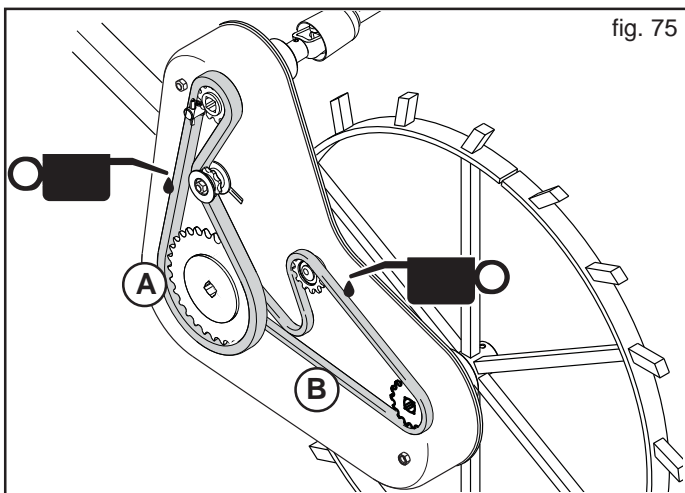
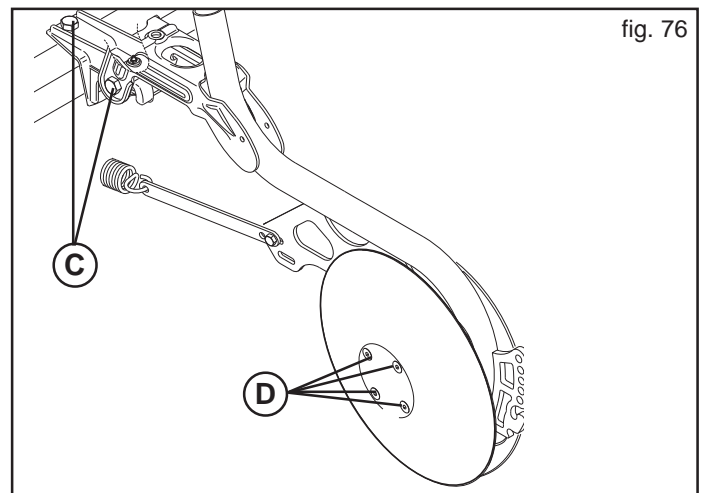
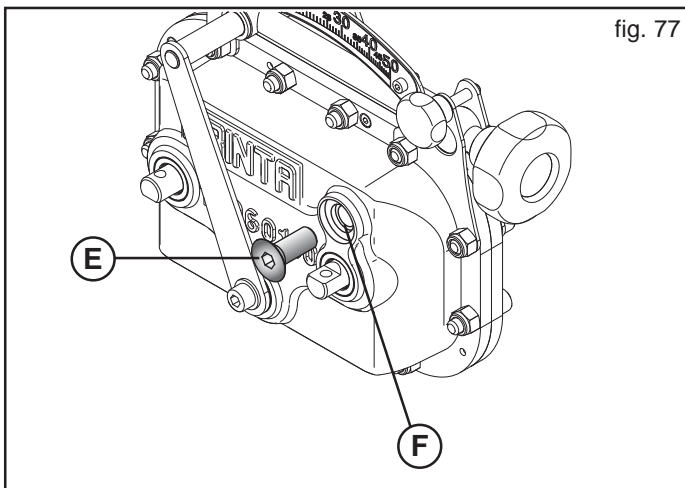

fig. 75
fig. 76
fig. 77
BEI NEUER MASCHINE	<ul style="list-style-type: none"> - Die Antriebsketten schmieren (Abb. 75). - Dem Abziehbild Nr. 14 ("GRASE") auf Seite 85 dieses Heftes gekennzeichneten Schmierpunkte zu schmieren. - Nach den ersten acht Betriebsstunden den Anzug aller Schrauben prüfen. - Den Anzug der Mutterschrauben der Säscharenreisser überprüfen (C-D, Abb. 76).
BEI BEGINN DER ARBEITS	<ul style="list-style-type: none"> - Die Antriebsketten schmieren (Abb. 75). - Zu jeder Jahreszeit einen kompletten Ölwechsel mit "AGIP EXIDIA HG 68" (0,7 kg) durchführen: <ol style="list-style-type: none"> 1) Stopfen entfernen (C, Abb. 77); 2) das ganze Getriebeöl aus dem Ablass (F) auslaufen lassen und in einem geeigneten Behälter auffangen; 3) neues Öl (0,7 kg) einfüllen und Stopfen schließen. - Überprüfen, dass das Getriebe ohne Hindernisse frei läuft. - Die Sämaschine leer anlassen, der Luftdurchfluss befreit die Leitungen von Kondenswasser und entfernt eventuelle Fremdstoffe (Abb. 78).
ALLE 20/30 ARBEITSSTUNDEN	<ul style="list-style-type: none"> - Den Anzug der Mutterschrauben der Säscharenreisser überprüfen (C-D, Abb. 76). - Treibketten (Abb. 75), Zahnräder und Kettenspanner reinigen und schmieren. - Die Spannung der Antriebsketten kontrollieren (A-B, Abb. 75).
RUHEPERIODEN	<p>Am Ende der Saison oder wenn eine lange Ruhezeit vorgesehen ist, wird folgendes empfohlen:</p> <ol style="list-style-type: none"> 1) Das Saatgut mit Sorgfalt aus dem Trichter und allen Verteilungsorganen entfernen (siehe Kap. 4.12.1). 2) Gerät mit viel Wasser reinigen, besonders den Behälter und den Dosierer, danach mit Luftstrom trocknen. 3) Die beschädigten oder verschleissten Teile genau prüfen und eventuell wechseln. 4) Überprüfen, dass der Dosierer relativ mühelos dreht, eventuell Lager überprüfen. 5) Alle Schrauben und Mutterschrauben gut anziehen. 6) Die Antriebsketten schmieren (Abb. 75), alle Antriebsketten ölen und alle nicht angestrichenen Teile mit Schmierstoff einstreichen (Abb. 82). 7) Das Gerät mit einer Plane schützen. 8) Dann das Gerät in einem trockenen Raum fest und ausserder Reichweite der nicht Zuständigen lagern.